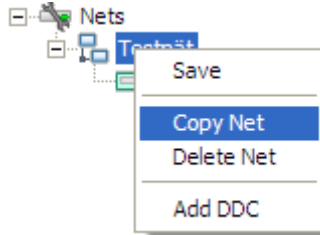

Bild 9 - Kopiera ett nät direkt i trädstrukturen.
- 1) Markera aktuellt nät i trädstrukturen och högerklicka på det, välj alternativet "Copy Net" för att kopiera ett nät (se Bild 9).